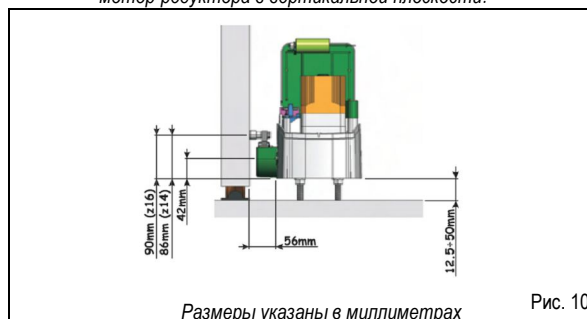

Рис. 10
3. Отрегулировать высоту мотор-редуктора и его расстояние до ворот согласно рис. 10.